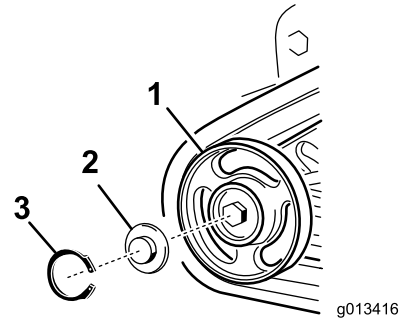

Bild 63
4. Nehmen Sie den Sprengling und die Kappe vom Straßenrad ab (Bild 63).
5. Prüfen Sie das Schmiermittel unter der Kappe und um die Dichtung (Bild 63). Wenn es schmutzig, körnig oder verbraucht ist, entfernen Sie das gesamte Schmiermittel, wechseln Sie die Dichtung aus und fügen Sie neues Schmiermittel hinzu.
7. Setzen Sie die eingefettete Straßenradkappe auf den Schraubenkopf (Bild 63).
8. Befestigen Sie die Straßenradkappe mit dem Sprengling (Bild 63).